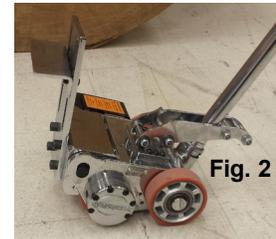

Fig. 2
- Los que Ruedan y Empujan^(Fig. 2) (modelos que ruedan con un Híbrido o Soporte Empuje).
- Un Manubrio Central Recto (C),
- Un Manubrio de Empuñadura Curvo (S)